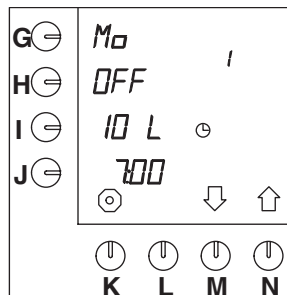

Abb. 14 Serienmäßig vorprogrammierte Einstellung
- Anschließend erscheint die nächste vorprogrammierte Zeiteinstellung im Display (Abb.14).
- Anschließend erscheint die nächste Zeiteinstellung im Display (Abb.14).